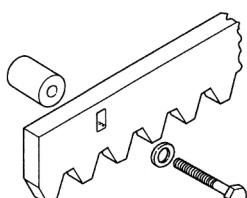

Fig. 8
3.4.2. CREMALLERA DE ACERO PARA ATORNILLAR (fig. 8)